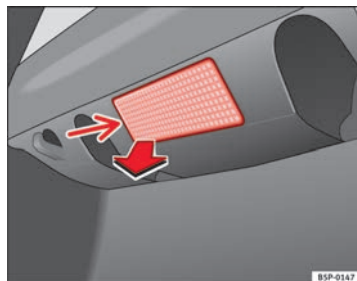

Abb. 199 Gepäckraumbeleuchtung
- Nehmen Sie das Lampenglas der Glühlampe durch Druck mit einem Schraubendreher auf dessen Unterkante -Pfeil- ab ⇒ Abb. 199.